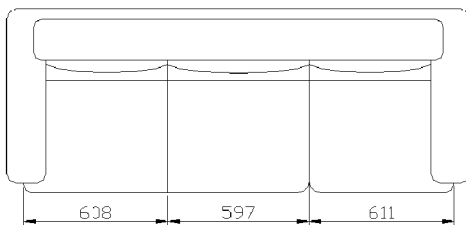

图 3.35 标注连续尺寸
(1) 选择“标注”→“线性”命令,在绘图区单击鼠标左键指定起始点,确认“正交”按钮和“对象捕捉”按钮处于打开状态,标注基本三角形的尺寸。
(2) 选择“标注”→“连续”命令,在绘图区指定第二个尺寸界线的起始点,然后分别标注其他图形的长度和宽度,如图 3.35 所示。